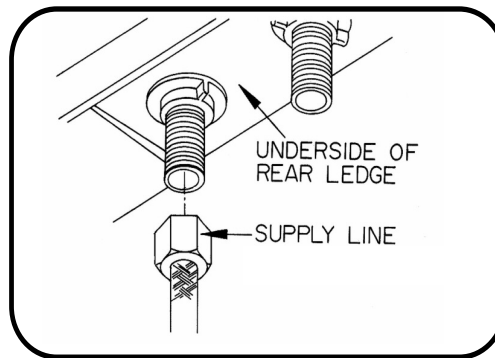
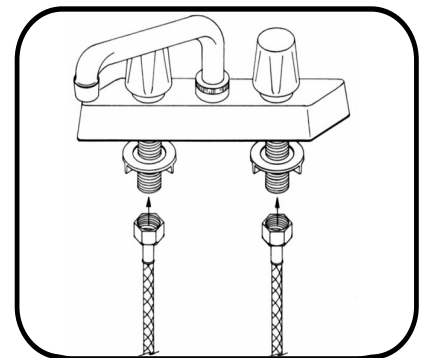

FIG 2
FIG 3
2. With tub turned upright, mount faucet to rear ledge and tighten locknuts, FIG 2. Next, connect the flexible supply lines to faucet as shown FIG 3.
2. Le bac tourné en position debout, montez le robinet sur le socle d'appui de derrière et desserrez les écrous de blocage, FIG 2. Ensuite, connectez les tuyaux flexibles d'arrivée d'eau au robinet comme illustré en FIG 3.